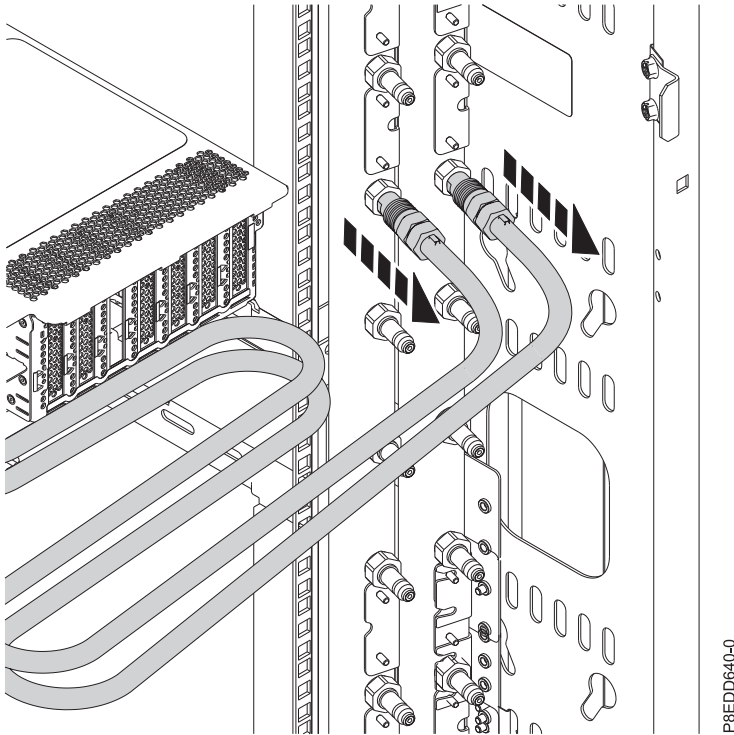

Figure 222. Débranchement des conduites d'eau
2. Dans le cas d'un système à refroidissement par eau, étiquetez et débranchez les conduites d'eau du collecteur. Tirez le raccord vers vous pour débrancher chaque conduite d'eau (voir figure 222, à la page 210).